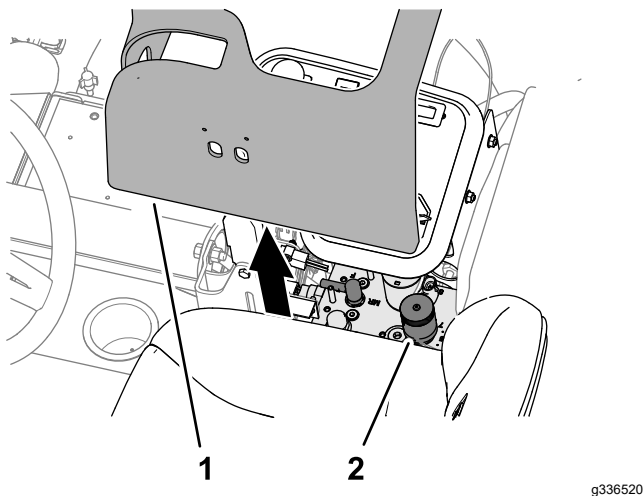

Figure 46
2. Soulevez et déposez le couvercle du bras de commande (Figure 46).